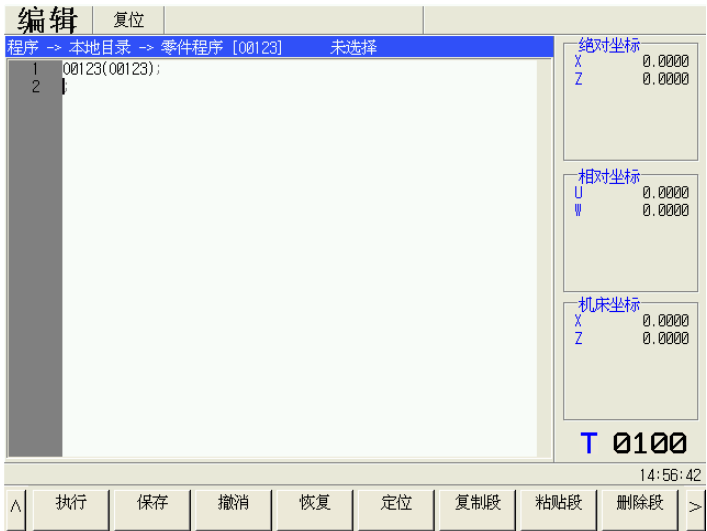

图 2-4 程序编辑页面
- (1) 按  功能键并按下  软键进入程序页面。
- (2) 在程序页面下，按  软键进入新建页面 。
- (3) 在  中输入新建的程序名，如输入 0123，按  进入，就进入 00123 号程序编辑页面。如图 2-4 所示：
- (1) 在编辑方式下，按  功能键进入程序页面集。
- (2) 在程序页面集中，按 、、、 键移动光标选择程序名，选中的程序行以绿色背景显示，如上图 2-3 所示；或者在程序打开或编辑完成时，如上图 2-4 所示。
- (3) 在复位状态下，按  软键，此时被选中的程序被加载到位置页面集中的程序段区域中，成为当前可执行的程序，显示页面跳转到位置显示页面，此时切换到自动方式下，按  即可运行程序。